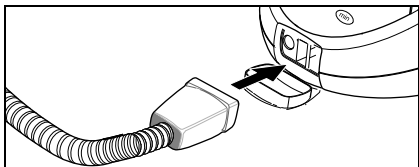

Fig. 5
- Introduceți fișa pentru abur (C7) și fixați-o în priză aparaturii (A1). Astfel, cele două blocatoare ale fișei pentru abur trebuie să intre în capacul prizei aparaturii (vezi fig. 5).